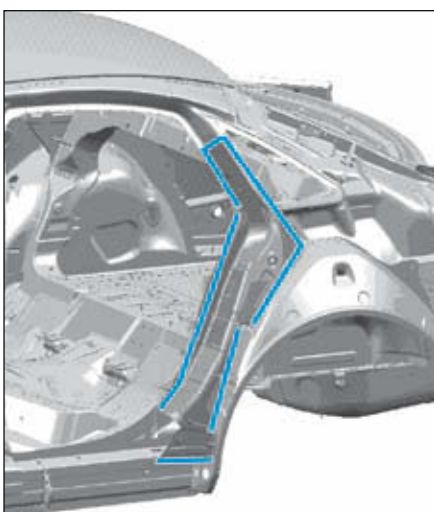

FIG.125
- Détacher l'assemblage d'origine (Fig.125).